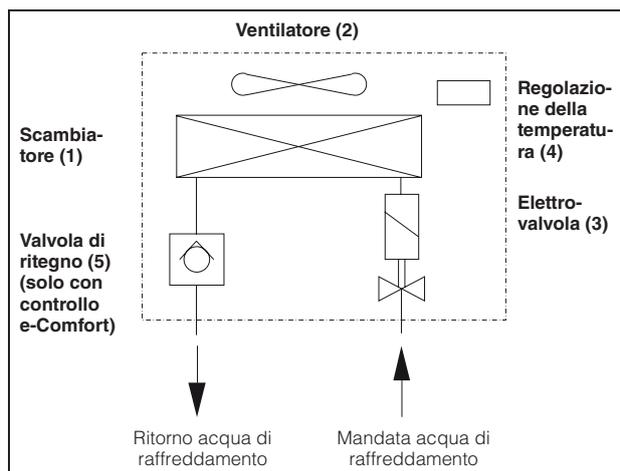

Fig. 2: Scambiatore di calore aria/acqua
Lo scambiatore di calore aria/acqua è costituito dai componenti principali seguenti (vedi fig. 2): batteria di scambio termico (1), ventilatore (2), elettrovalvola (3), regolazione della temperatura (4) e valvola di ritegno (5).